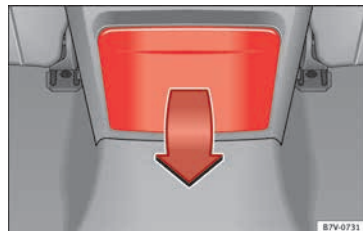

Abb. 191 In der Mittelkonsole hinten: Getränkehalter aufklappen
- Zum *Öffnen* Getränkehalter in Pfeilrichtung » **Abb. 191** nach unten klappen.